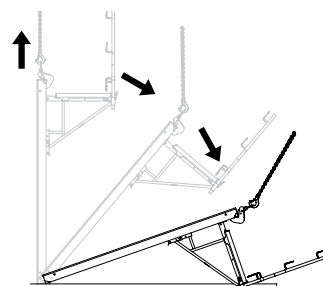
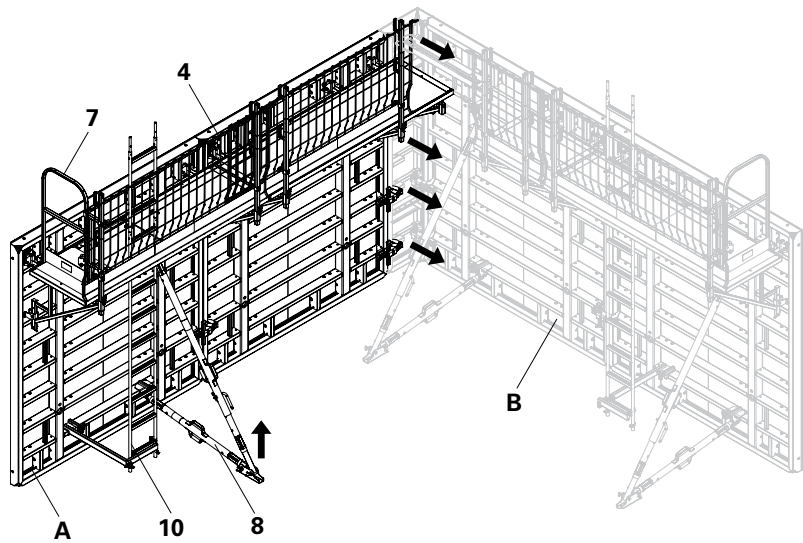
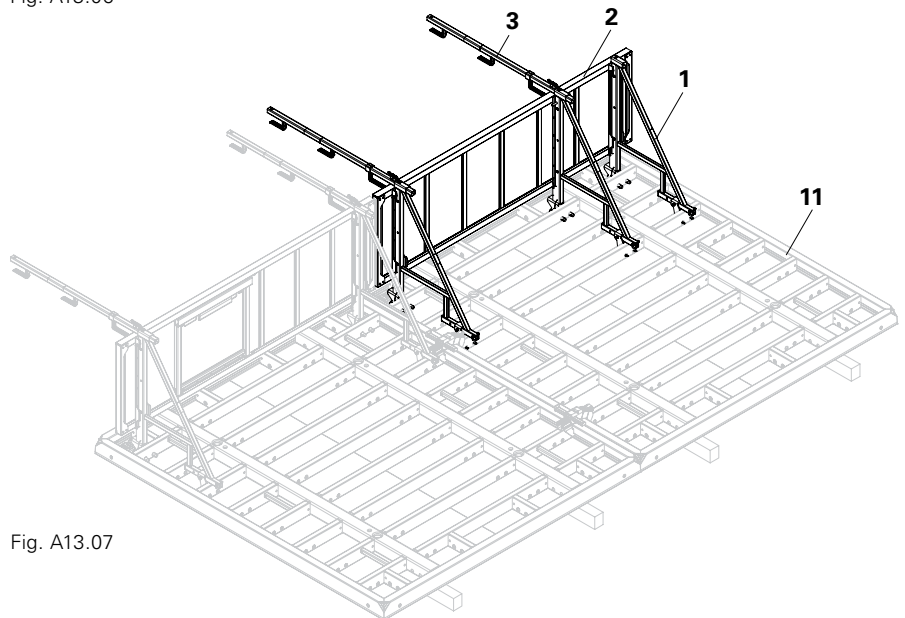
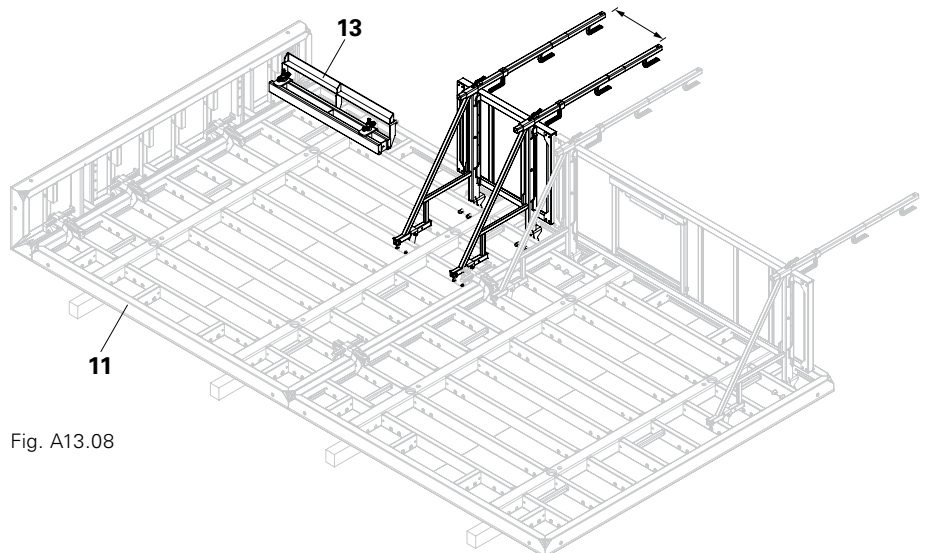

Fig. A12.12
Fig. A13.06
Fig. A13.07
Fig. A13.08
5. Enlever l'échelle d'accès (10).
6. Placer l'élément sur la console (Fig. A12.12)
7. Enlever le portillon d'about MXK (7).
8. Enlever la barrière de protection PMB (4).
9. Placer les éléments de coffrages (A/B) avec précaution sur des madriers, la peau coffrante étant orientée vers le bas. (Fig. A12.12)
14. Enlever la console MXK (1).
4. Enlever les pinces BFD en commençant par le bas. (Fig. A13.06)
6. Placer l'élément sur la console et sécuriser contre le glissement et le basculement. (Fig. A12.12)
7. Enlever la barrière de protection grillagée PMB (4).
8. Enlever le portillon d'about MXK (7).
9. Placer les éléments de coffrages (A/B) avec précaution, la peau coffrante étant orientée vers le bas. (Fig. A13.07)
12. Enlever les montants de garde-corps MXK (3).
13. Enlever le platelage extérieur MXK (17).
15. Enlever l'adaptateur d'angle intérieur MAR-MXK (13) des contreventements MAXIMO. (Fig. A13.08)